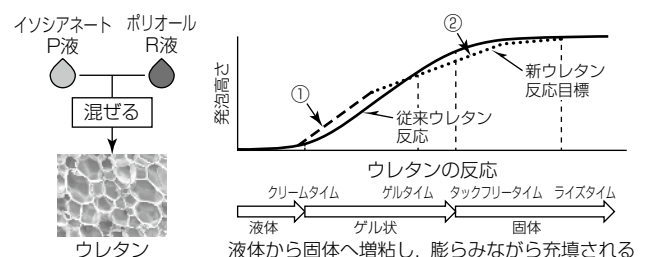

図4. 発泡ウレタン
冷蔵庫に使用している発泡ウレタンは図4に示すようにイソシアネートとポリオールを2液を混ぜることで反応させ、液体から固体へ増粘し膨らみながら充填される。
低粘度で広がるように立ち上がりの反応を速くする(図4の①)。粘度が低い状態を長くするためにゲルタイム、タックフリータイムを遅らせる(図4の②)。